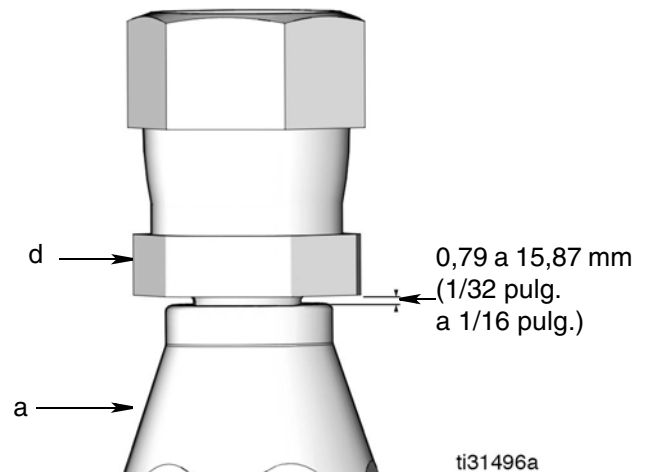

FIG. 62
8. Deje una holgura de 0,79 a 15,87 mm (1/32 a 1/16 pulg) entre el casquillo (a) y la tuerca hexagonal (d) (FIG. 62).